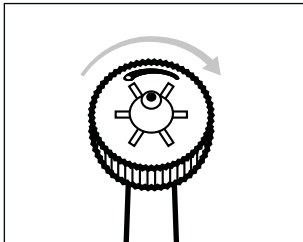

Fig. 6
- ◆ Avec les doigts, tournez le régulateur de canule ❶ dans le sens horaire pour obtenir multi-jet qui masse des gencives (voir fig. 6 et 7).